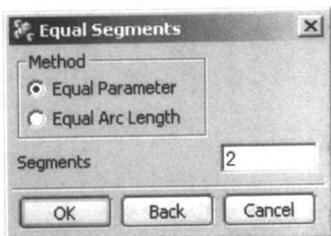

图 1-33 平分线段
(3) 利用 **Edit Curve**→**Divide Curve**→**Equal Segments** 把上一步生成的圆弧平分两段，如图 1-33 所示。